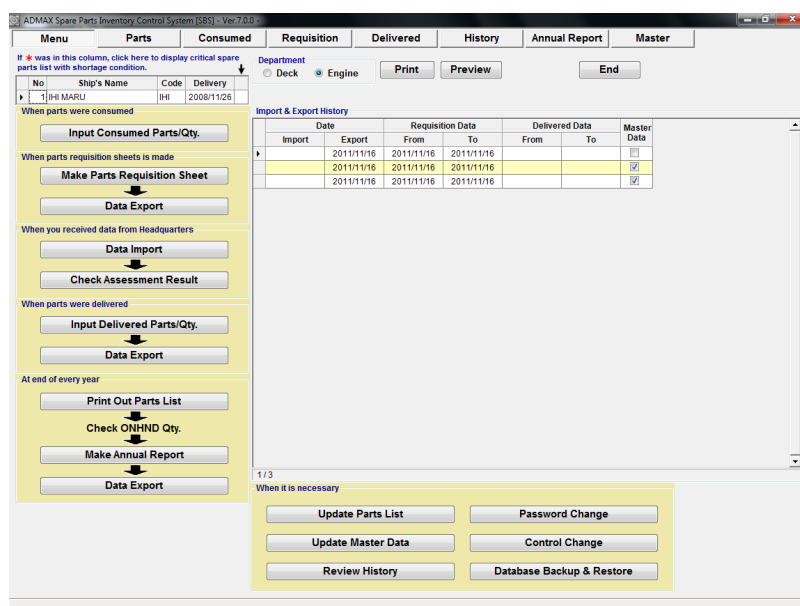

図 16.1 Menu
1. “Menu Screen”で[Database Backup & Restore] ボタン をクリックします。(図.16-1)